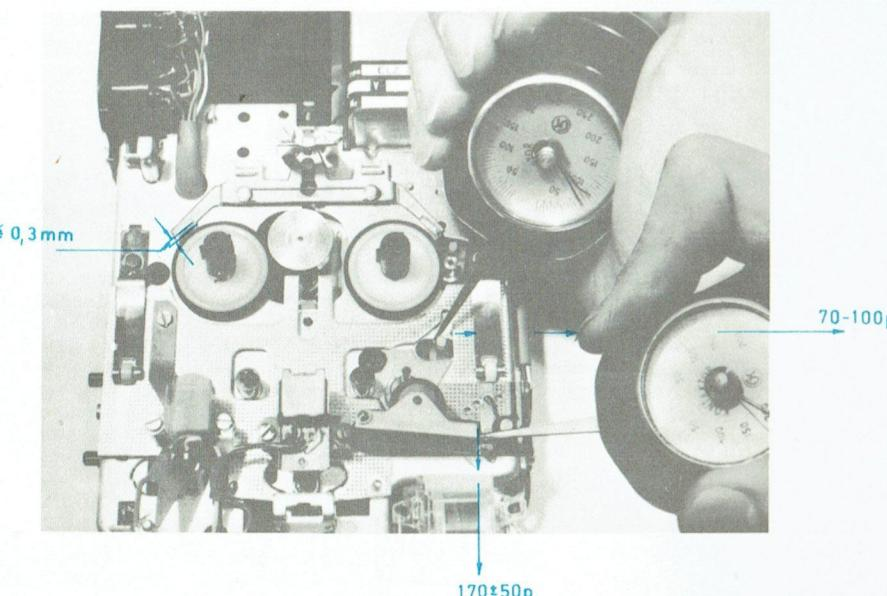

Bild 4 (Fig. 4)
Die Kraft, mit der die GA-Rolle gegen die Tonwelle drücken muß, beträgt  $170 \pm 50$  p, gemessen mit einem Kontaktor an der rechten Seite des GA-Hebels (siehe Bild 4).
Das Gerät ist in Stellung „Aufnahme“ oder „Wiedergabe“ zu schalten. Die gegen den rechten Mitnehmerteller drückende Rutschkupplungsrolle soll mit einer Kraft von  $70 - 100$  p anliegen. Die Messung erfolgt mit einem Kontaktor am Kunststoffzapfen des Rutschkupplungshebels (siehe Bild 4).
To check the force, switch the recorder as for recording or playback and attach a spring scale or a "Kontaktor" right hand of the pinch roller lever as illustrated on figure 4. The force of the pinch roller against the capstan should be in the range between 170 and 220 p (6 to 8 oz.).
The takeup torque on the right hand turntable too is measured in the record or playback setting of the recorder. To check the torque, which is transmitted to the takeup turntable from the slipping clutch roller by spring force, attach a spring scale or "Kontaktor" to the plastic tap of the slipping clutch arm as illustrated on figure 4. The correct takeup torque is reached when the roller engages the turntable at a force of 70 to 100 p (2.5 to 3.5 oz) as indicated on the spring scale. If necessary, an adjustment can be made by bending the spring (item 51).
L'appareil est à commuter sur positions « enregistrement » ou « reproduction ». La force avec laquelle le rouleau GA doit presser contre le cabestan, s'élève à  $170 \pm 50$  p, mesurée avec un contacteur sur le côté droit du levier GA (voir Fig. 4).
L'appareil est à commuter sur positions « enregistrement » ou « reproduction ». Le galet de l'embrayage patinant pressant contre le plateau d'entrainement droit doit s'appuyer avec une force de  $70 - 100$  p. La mesure s'effectue avec un contacteur à l'ergot en plastique du levier de l'embrayage patinant (voir Fig. 4). Si cette valeur est hors la tolérance, la force prescrite peut être ajustée en courbant le ressort (Pos. 51).
Para garantizar una marcha perfecta de la cinta es imprescindible que el rodillo de goma presione lo suficiente contra el árbol de avance. Comúntese el aparato a la pos. grabación o a la pos. reproducción. La fuerza con la que el rodillo de goma deberá apretar contra el árbol de avance de cinta deberá ser de  $170 + 50$  g \*. La medición se hace con una balanza a resortes aplicada sobre el extremo derecho de la palanca del rodillo de goma (véase fig. 4).
Comúntese el equipo hacia las posiciones grabación o reproducción. El rodillo del acoplamiento deslineal que apoya en el platillo de arrastre derecho, deberá hacerlo con una fuerza de  $70$  a  $100$  g \*. La medición se realiza en la forma indicada en la fig. 4, aplicando la balanza a resortes en el perno de material plástico de la palanca del acoplamiento deslineal. Si el valor de medición obtenido no concuerda con el indicado, se puede corregir la presión torciendo el muelle (pos. 51) hasta obtener la indicación requerida.